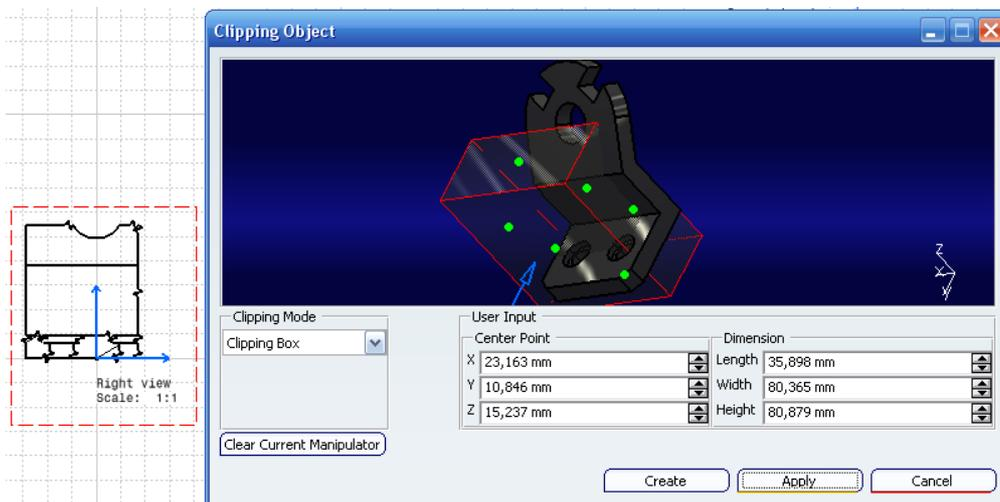

Ilustración 651: Clipping Box.
- **Clipping Box:** se define la vista mediante una caja tridimensional, que se puede modificar pulsando sobre los puntos verdes. La parte que se va a visualizar es la que se encuentra dentro de la caja, desde el punto de vista de la flecha azul (ver Ilustración 651).